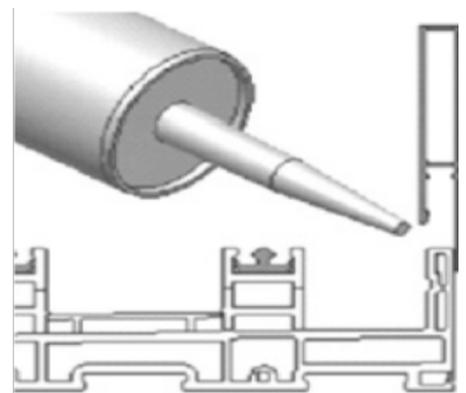

Figura 8
3. **Si la puerta de derivación**, localice el umbral de levantador (Artículos 17, 18, 19, o 20). Alinee el levantador del umbral con el marco del umbral y aplique una pequeña capa de sellador a lo largo de la parte superior del marco del umbral (Figura 8). Fije el levantador con un martillo de goma, asegurándose de que encaje en su lugar.
8. El levantador del umbral requerirá recortar para que se apoye contra el gancho en P (Figura 7). Alinee el levantador del umbral con el marco del umbral y aplique una pequeña tapa de sellador en la parte superior del umbral (Figura 8). Fijar el levantador con un martillo de goma, asegurándose de que encaje en su lugar.